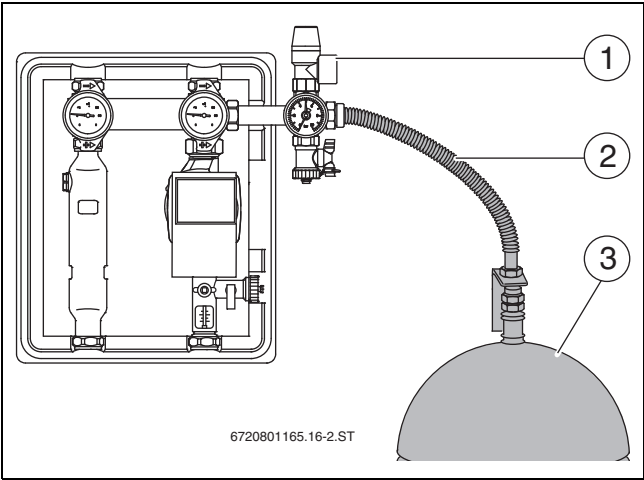

Fig. 17
- ▶ Montați vasul de expansiune cu materialul de fixare atașat (la panouri solare cu tuburi vidate: → Fig. 17, pagina 11).